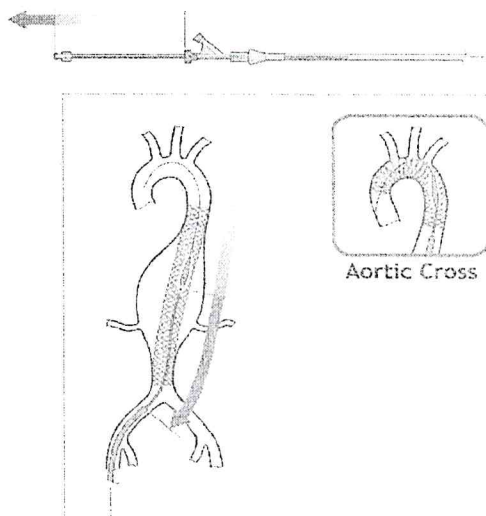
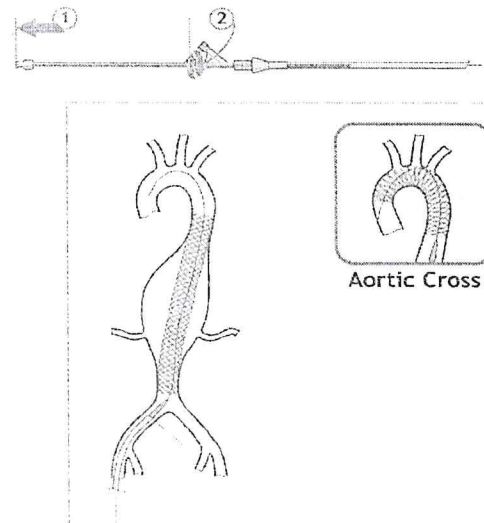

Figura 7. recupero della punta
Figura 8. Punta nella posizione originale
1. A rilascio completato sistemare con cura e sotto controllo fluoroscopico l'introduttore nella posizione iniziale, così da portare la punta di fronte alla guaina (vedere Figura 7 e Figura 8, Passaggio 1) e chiudere la valvola emostatica a Y (vedere Figura 8, Passaggio 2).